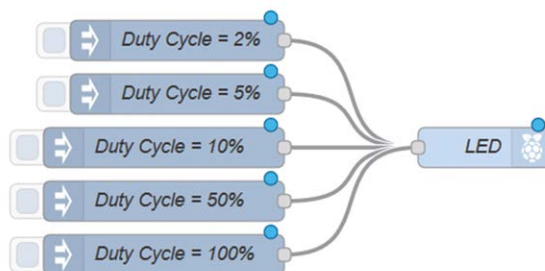

Figure 5.60 Programme de flux du projet
Programme de flux Node-RED : La figure 5.60 montre le programme de flux. Dans ce programme, 6 nœuds sont utilisés : 5 **injecter** nœuds avec différents paramètres de cycle d'évaluation et un **rpi gpio out** nœud.
- Créer 5 **injecter** , définissez les charges utiles sur des valeurs numériques de 2, 5, 10, 50, 100. Ce sont les cycles d'utilisation de la forme d'onde PWM. Nommez chaque nœud d'injection avec les cycles de service correspondants comme indiqué sur la figure 5.60. Par exemple, le con- Figure 5.61 montre la représentation du nœud avec un cycle de travail à 50
Joindre les nœuds comme dans la figure 5.60. Cliquez sur injecter le nœud 2% et vous devriez voir que la LED est très faible. Cliquer sur des cycles de service plus élevés devrait rendre la LED plus lumineuse.